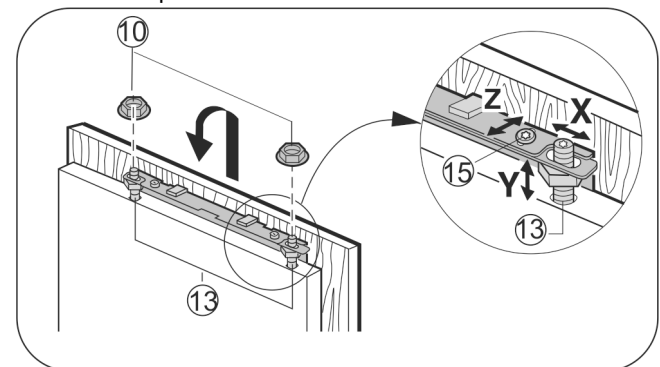

Fig. 27
- Accrocher la porte du placard sur les boulons d'ajustement, visser légèrement les contre-écrous sur les boulons d'ajustement. Fig. 27 (13) Fig. 27 (10)
- Ajuster la porte du placard à hauteur de Y et en l'inclinant sur le côté : régler les boulons d'ajustement Fig. 27 (13) à l'aide d'un tournevis.
- Serrer les contre-écrous Fig. 27 (10).